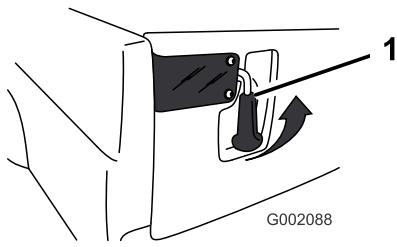

図 20
- テールゲートを開くには、ラッチを外側に押してから上に回す(図 20)。スプリングの働きでラッチは内側に飛び出してくるので、注意しながらテールゲートを降ろす。